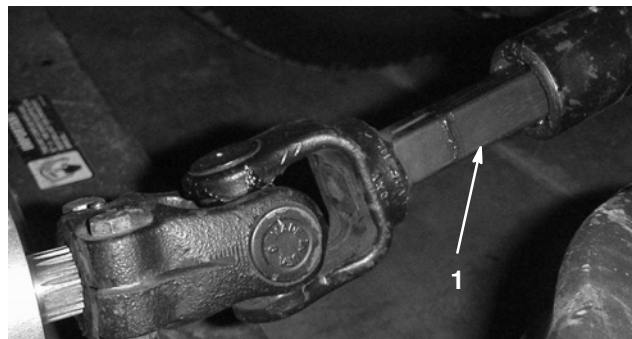

Figure 22
5. Arrêtez le moteur et éloignez le plateau de coupe du groupe de déplacement et du bâti porteur, en séparant les parties mâle et femelle de l'arbre de PDF (Fig. 22).